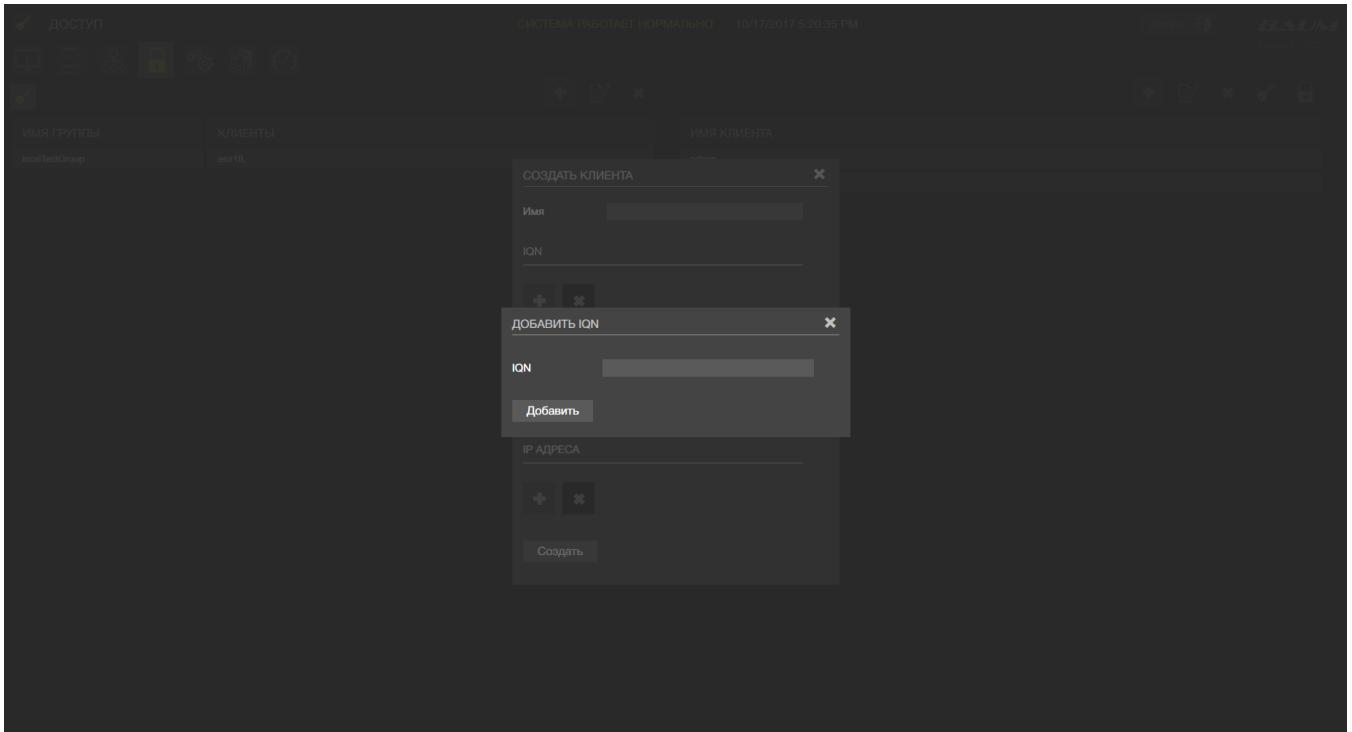

Рисунок 67 – Добавление IQN
- 3.3) Ввести IQN в поле IQN (см. Рисунок 67)